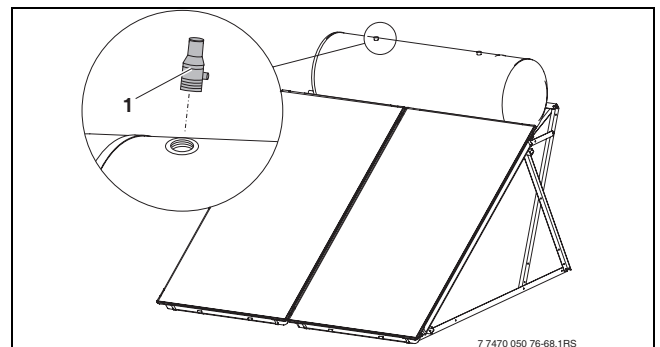

Bild 81 Solarseitiges Sicherheitsventil montieren
- ▶ Solarseitiges Sicherheitsventil 2,5 bar (Bild 81, [1]) oben am Speicher montieren.